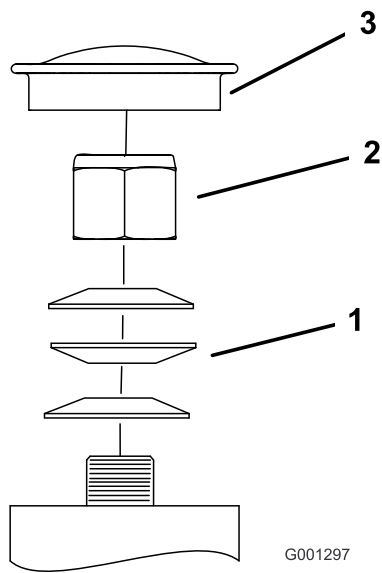

Bild 57
3. Entfernen Sie den Staubdeckel vom Laufrad und ziehen Sie die Sicherungsmutter an (Bild 57).
4. Ziehen Sie die Mutter so weit an, bis die Federscheiben flach sind. Drehen Sie dann 1/4 Drehung zurück, damit Sie die Vorlast korrekt auf die Lager verteilen können (Bild 57).
- Wichtig:** Achten Sie darauf, dass die Federscheiben richtig eingesetzt sind, siehe Bild 57.
5. Setzen Sie den Staubdeckel auf (Bild 57).